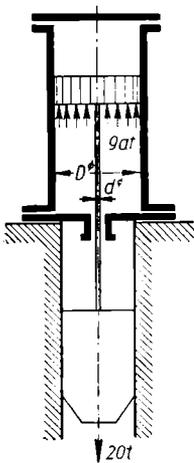

Bild 26
30. Der Bär eines **Dampfhammers** (Bild 26) hat 20 t Masse und soll mit einer Beschleunigung $0,7 \text{ m/s}^2$ angehoben werden. Zu berechnen ist a) die erforderliche Kolbenkraft beim Anheben. Die Reibungsverluste sollen durch 5 % Zuschlag berücksichtigt werden. b) der Durchmesser d der Kolbenstange für eine zulässige Zugspannung 150 kp/cm^2 ; c) der Durchmesser D des Dampfzylinders für 9 at Überdruck Dampfspannung unter Berücksichtigung der durch den Kolbenstangenquerschnitt verlorenen Kolbenfläche.
31. Bei einem **Dampfhammer** von 250 mm Zylinderdurchmesser (Bild 26 wie bei voriger Aufgabe) beträgt die Masse von Hammerbär, Kolben und Kolbenstange zusammen 1500 kg. a) Wie groß ist die Kolbenkraft, wenn die Dampfspannung 6 at Überdruck beträgt und der Kolbenstangenquerschnitt sowie die Stopfbüchsenreibung vernachlässigt werden? b) Mit welcher Beschleunigung wird der Bär angehoben? c) Mit welcher Beschleunigung fällt der Bär, wenn während der ganzen Fallbewegung Oberdampf von 6 at Überdruck über dem Kolben wirkt, während der geringe Gegendruck des Auspuffdampfes unter dem Kolben vernachlässigt wird? d) Mit welcher Geschwindigkeit trifft dann der Bär auf das Schmiedestück auf bei 700 mm Fallhöhe? e) Wie lange dauert der Fall?